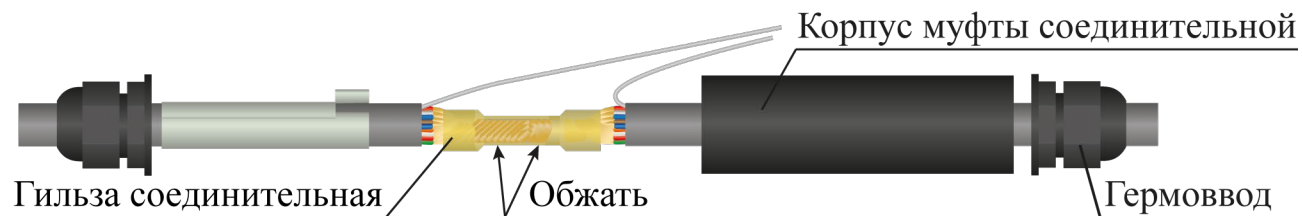

Рисунок 4.34
- взять гильзу соединительную, одеть её на зачищенную часть кабеля, обжать специальным инструментом (рекомендуется применять клещи обжимные) (рисунок 4.34);
- в ответное отверстие гильзы вставить зачищенные концы жил другого ремонтируемого кабеля. Гильзу обжать с помощью специального инструмента (рекомендуется применять клещи обжимные КО-01 или аналог) (рисунок 4.34) (обжатие пассатижами не обеспечивает требуемого качества электрического контакта);